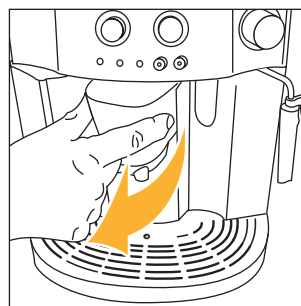
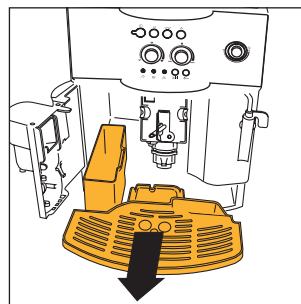

Рис. 15
Рис. 16
ПРИМЕЧАНИЕ 7: кофеварка подсчитывает количество чашек воды, которые были приготовлены. Каждые 14 маленьких чашек (или 7 больших) загорается индикатор ☹ (гл. 12, пункт 3), предупреждая, что кассета для кофейной гущи заполнена и ее необходимо вытряхнуть и прочистить. До очистки кассеты для гущи лампа остается горячей, а кофеварка больше не готовит кофе. Для того, чтобы произвести очистку, откройте дверцу для обслуживания, расположенную в передней части, потянув за узел подачи кофе, рис. 15; загорится мигающий индикатор ☹, см. пар.12, п. 9, затем извлеките ванночку для сбора воды, рис. 16, слейте и очистите ее. Тщательно очистите кассету для кофейной гущи, удалив все остатки которые могут находиться на дне. Высушите влагу от конденсата, который может появиться в кофеварке под ванночкой для сбора воды. **ОБРАТИТЕ ВНИМАНИЕ:** когда извлекается ванночка для сбора воды НЕОБХОДИМО ОБЯЗАТЕЛЬНО чистить кассету для гущи, даже если она не заполнена. Если эта операция не выполняется может случиться что, во время приготовления последующих порций кофе, кассета переполнится и кофеварка засорится кофе.
- откройте дверцу для обслуживания, рис. 15;
- извлеките ванночку для сбора воды и кассету для гуши, рис. 16 и промойте их;